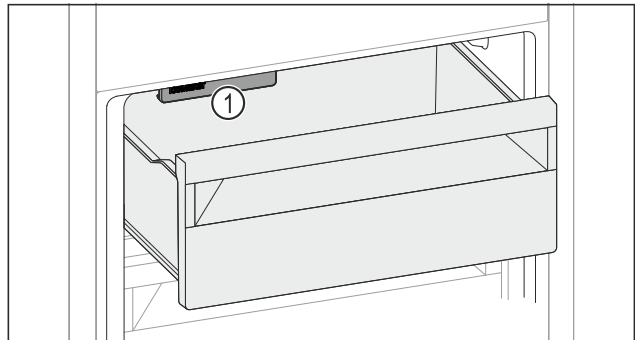

Fig. 168
- ▶ Слідкувати за функцією IceMaker Fig. 168 (1).